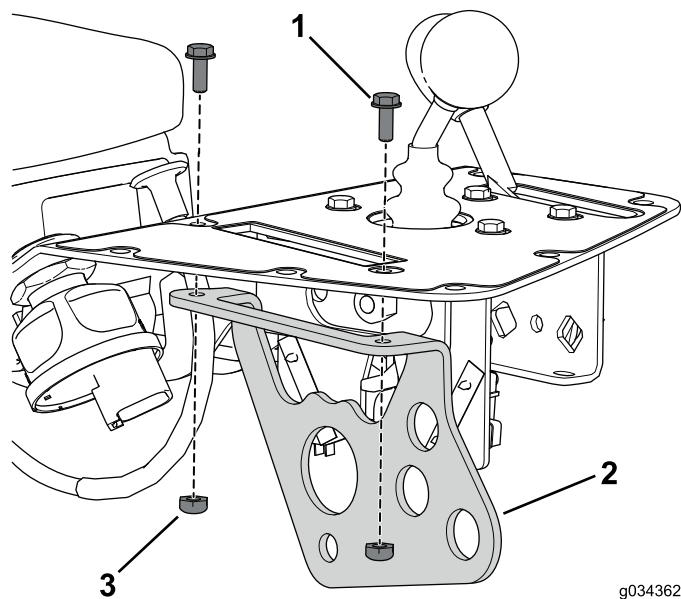

图9
- 卸下并丢弃将功能控制装置支架固定至控制台总成的2个螺栓和螺母（图9）。